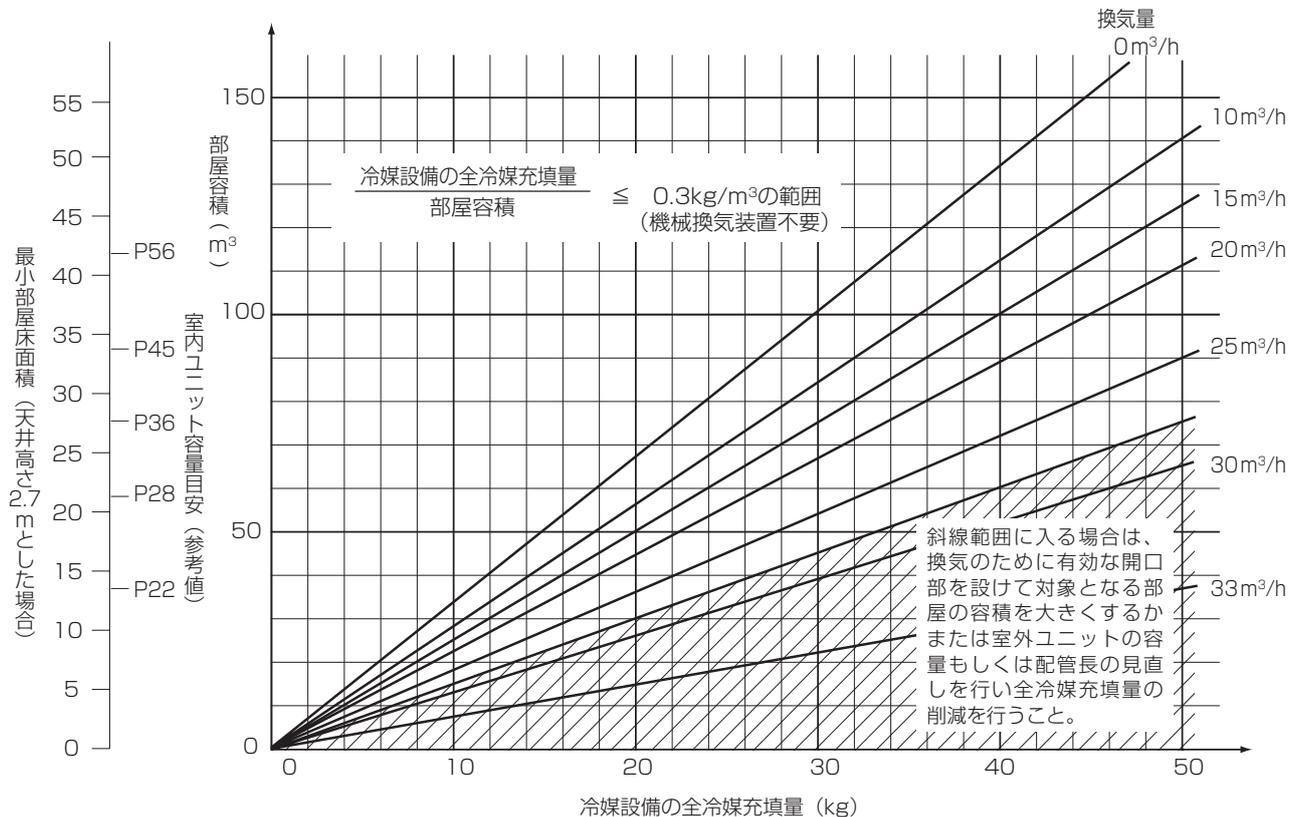
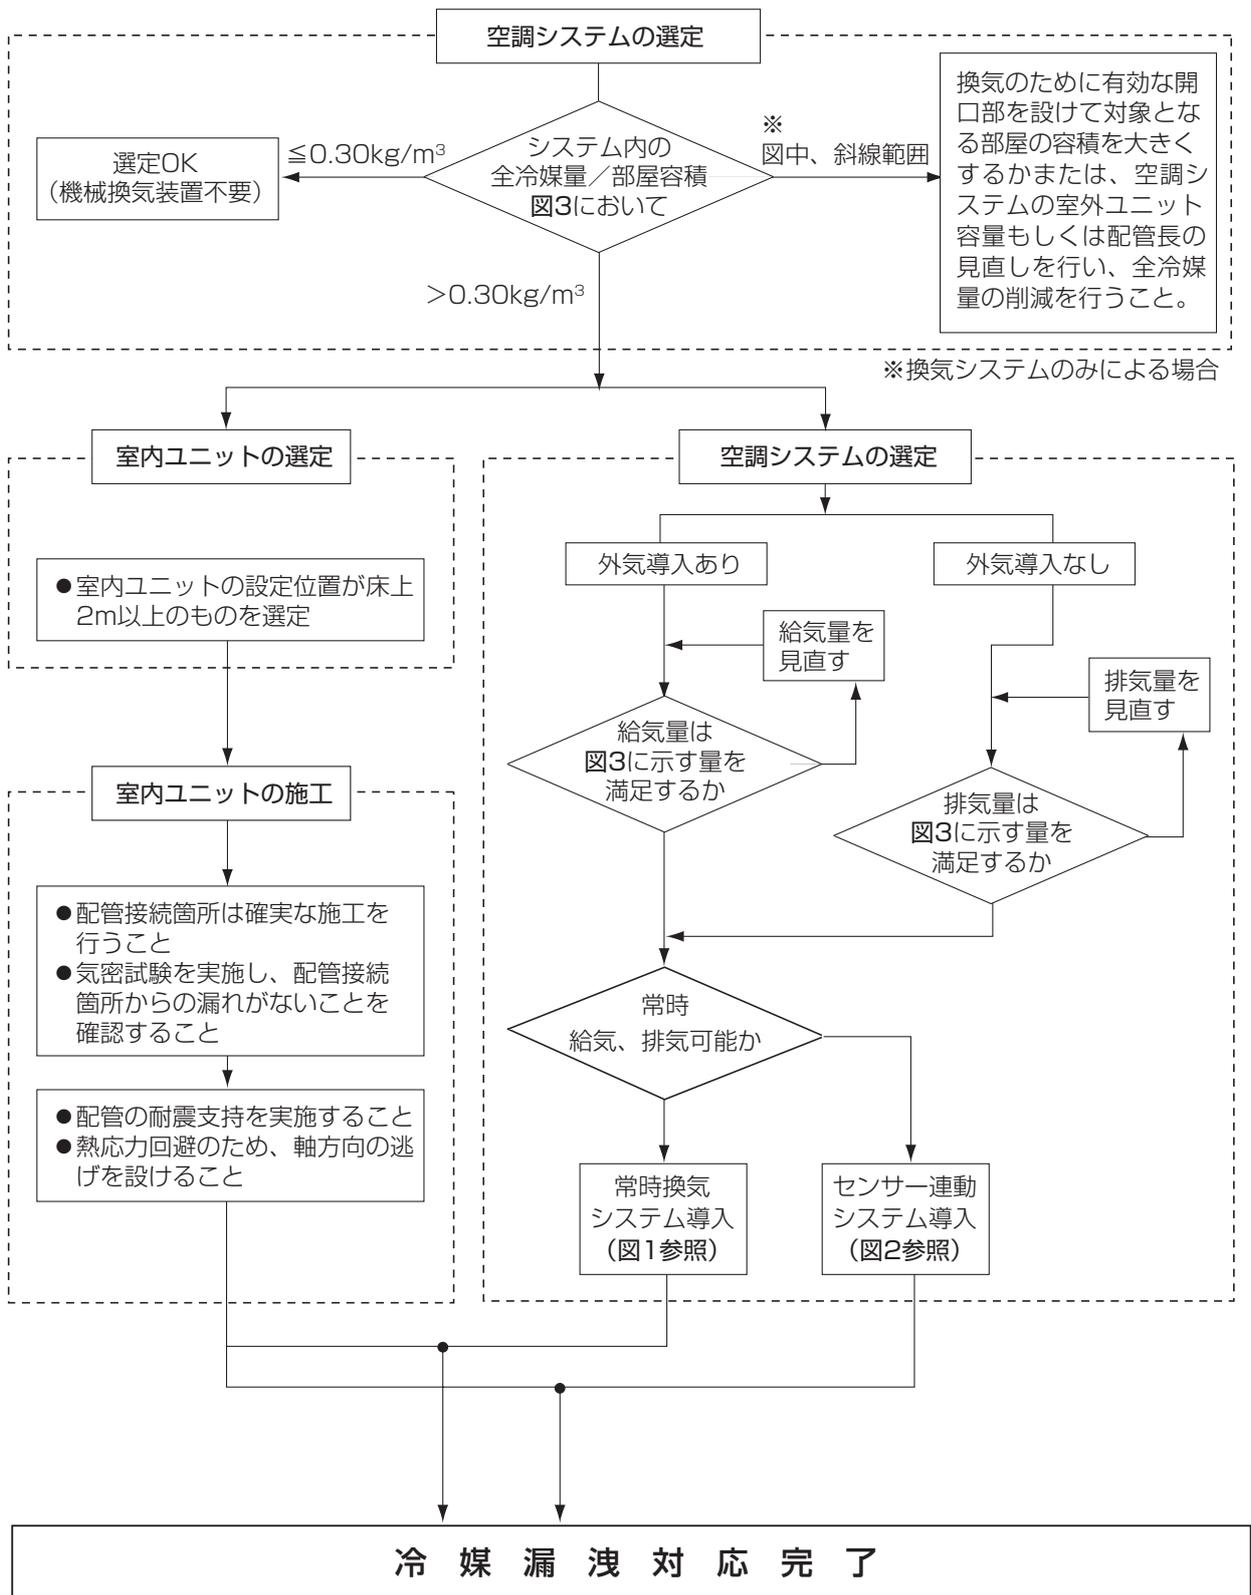

図3 換気量によるシステムの選定
図4 冷媒漏洩対応フローチャート
換気量は対象冷媒設備の全冷媒充填量と部屋容積によって図 3 に示す量以上としてください。
- (a) 換気システムを設置する場合でも万一の換気システムの故障を考え、図 3 の斜線で示す範囲は選定しないようにしてください。この範囲に入る場合は原則的に、**対応 1** **対応 2** に示すように換気のために有効な開口部を設けて対象となる部屋の容積を大きくするかまたは、室外ユニット容量もしくは配管長の見直しを行い全冷媒量の削減を行ってください。
- (b) 換気システムを設置した場合で図 3 の斜線で示す範囲に入り、**対応 1** **対応 2** がとれない場合は、換気システムとは別の独立した安全確保のための手段を設けてください。具体的には冷媒漏洩時のセンサーによって作動する冷媒遮断弁や在室者の危険を知らせる確実な警報システムの併設です。この場合センサーは上記換気システム作動用のセンサーとは別にしてください。図 4 に冷媒遮断弁併設の場合を示します。
対応 3 の場合のフローチャートを図 4 に示します。